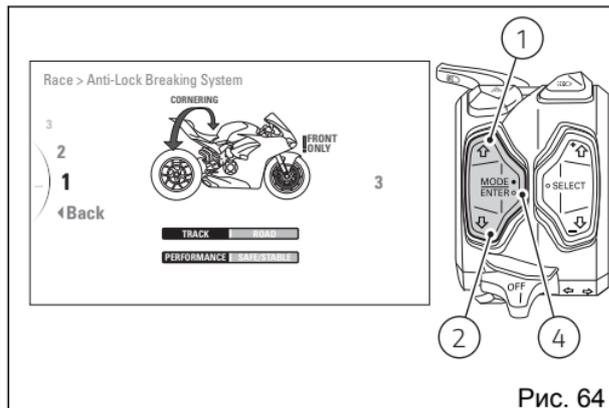
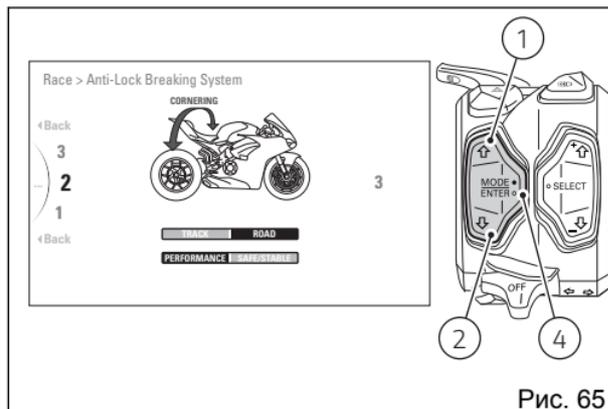

Рис. 64
Рис. 65
Посредством кнопок (1) и (2) выберите новый уровень срабатывания. Для каждого выделенного уровня на черном фоне будет показано соответствующее ему значение в центральной таблице. Кроме того, голубой стрелкой будет показан уровень срабатывания тормозной системы: надпись «**FRONT ONLY!**», (Рис. 64) если включен только передний тормоз, и надпись «**CORNERING**» (Рис. 65) при включенной функции «Cornering».